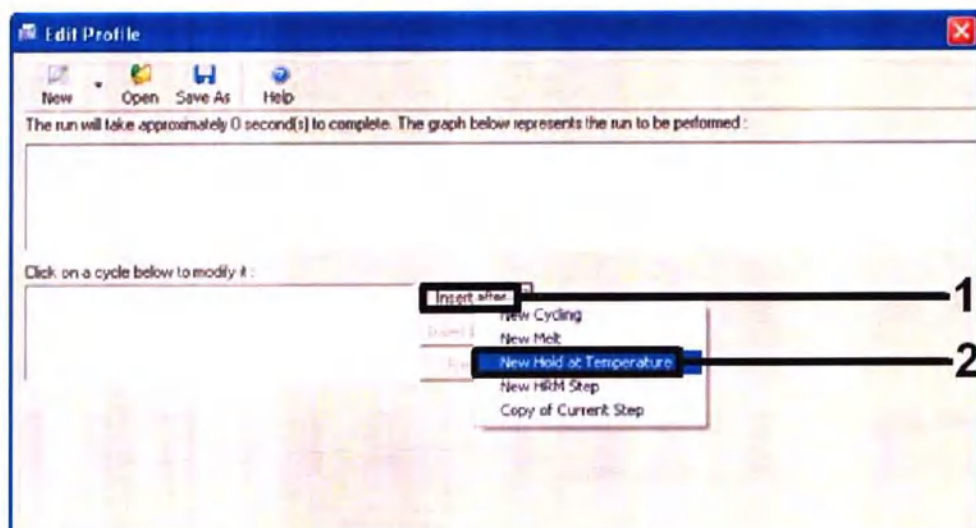

Рисунок 4. Вставка этапа начальной инкубации.
6. Нажмите кнопку "вставить после" (Insert After) и выберите "установка температуры" (New Hold at Temperature) (см. Рис.4).